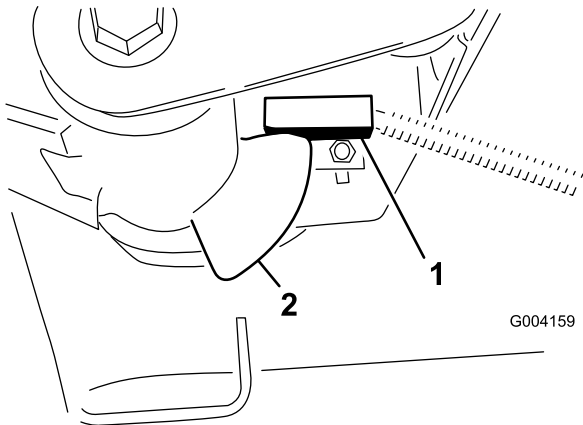

Figure 41
2. Le commutateur des bras de relevage se trouve sous le réservoir hydraulique, derrière le bras de relevage avant droit (Figure 41).
- Desserrez les vis de fixation du commutateur (Figure 41) et abaissez le commutateur pour augmenter la hauteur du changement de direction des bras de relevage ou élevez-le pour réduire la hauteur du changement de direction. Serrez les vis de fixation.